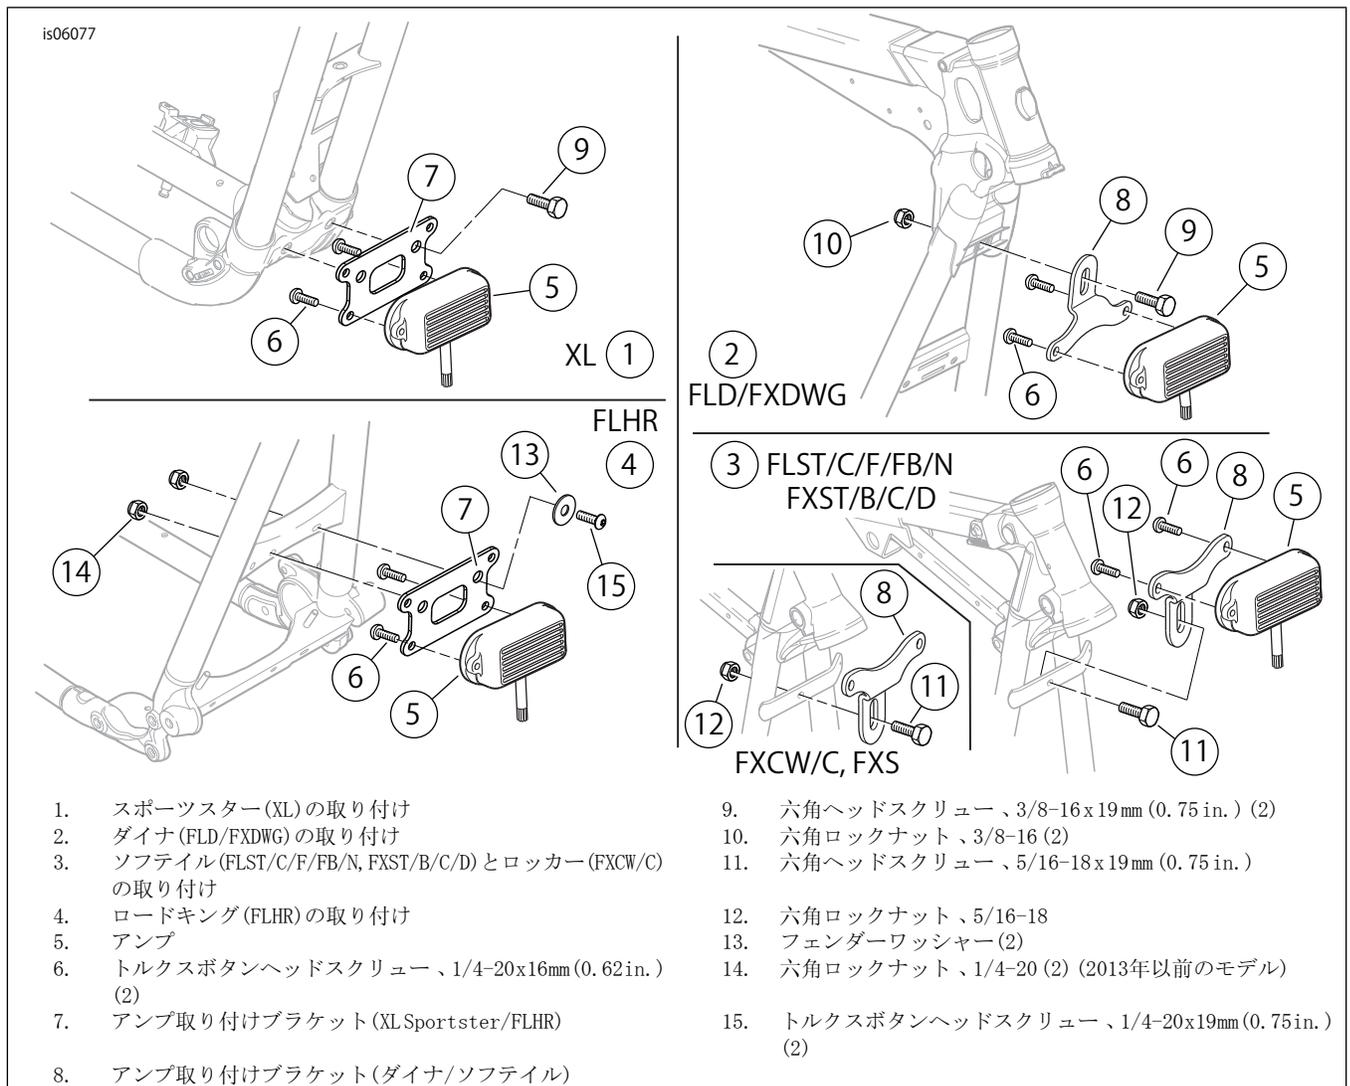

図1。アンプとブラケットの取り付け
2. 図1を参照してください。アンプ(5、ワイヤーハーネスアッセンブリーの一部)をスクリュー(6)でブラケットに取り付け、次のトルク値で締め付けます: 7.4 N·m (65 in-lbs)。
4. 図1を参照してください。アンプとブラケットを図のようにフロントダウンチューブの間のフレームクロスメンバーに取り付けます。